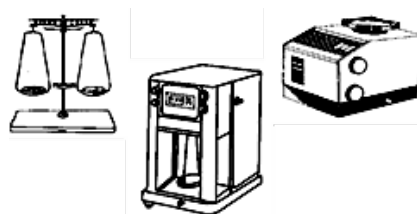

Figura 2
3.1.2. Instrumentos para medición (Figura 2)